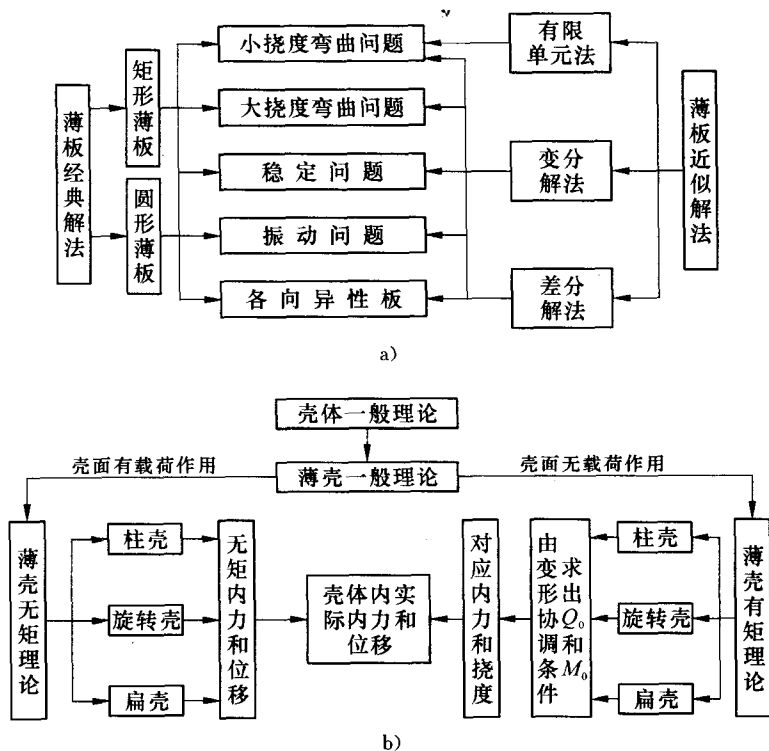

图 1-1 板壳力学重点内容示意
2. 为便于读者学习,现将本课程主体内容划分为薄板与薄壳两大部分,且将各部分所包含的主要内容、知识点及互相间的关联以框图形式示于图 1-1。